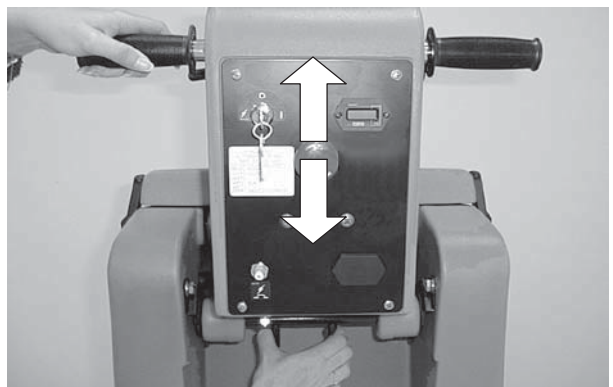

FIG. 9
1. Repérez les deux leviers chargés par ressort sous le panneau de commande (Figure 9).
2. Pressez les leviers l'un contre l'autre et relevez ou abaissez les poignées de commande de façon à obtenir une hauteur d'utilisation confortable (Figure 9).